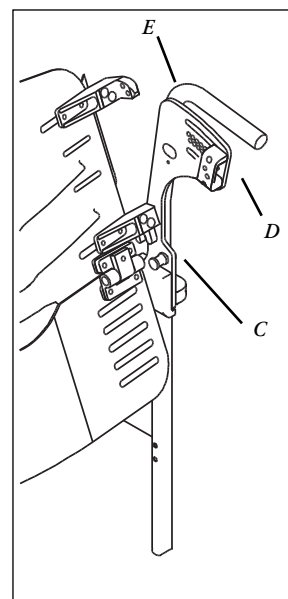

Figure 7
- Placez les goupilles de retenue gauches et droites en position 12 degré (F) à travers la plaque latérale (E), le connecteur supérieur (A) de façon à ce qu'elles viennent se loger dans le récepteur du dossier (D) **Figure 7**.
- Régalez le dossier de sorte qu'il soit centré entre les plaques latérales (G).
- Serrez les fixations des connecteurs supérieurs (H) tout en maintenant délicatement le connecteur supérieur à l'intérieur, vers le centre du fauteuil.
- Serrez les deux fixations de connecteurs inférieurs (I).